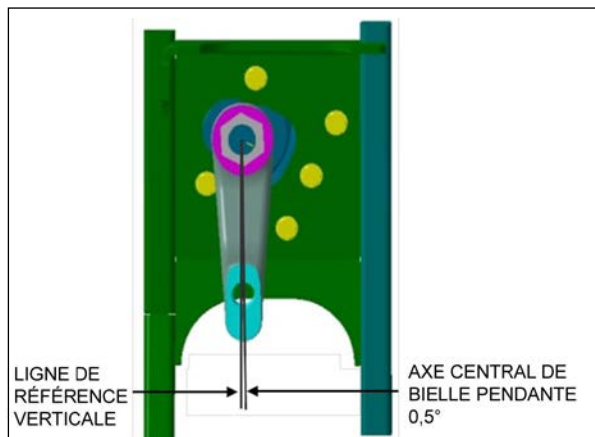

FIGURE 25 : ALIGNEMENT DE BIELLE PENDANTE IFS 14056
4. Vérifier si la relation angulaire de la bielle pendante avec le boîtier de direction est similaire à l'illustration Figure 25.